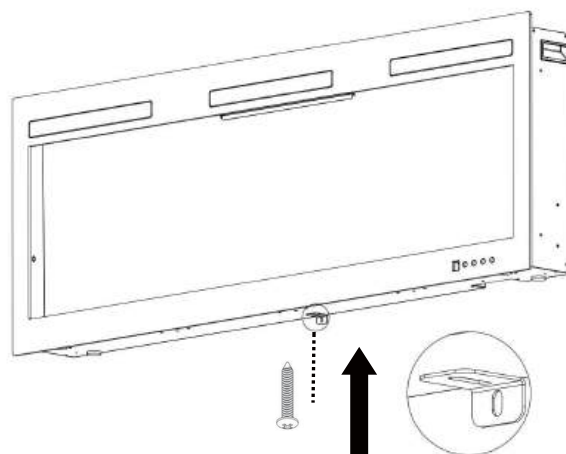

Fig 4-2
B.Utilizando el tornillo retirado anteriormente, fije el soporte en L (suministrado) a la parte inferior de la caja de la chimenea.(**Fig 4-2**)